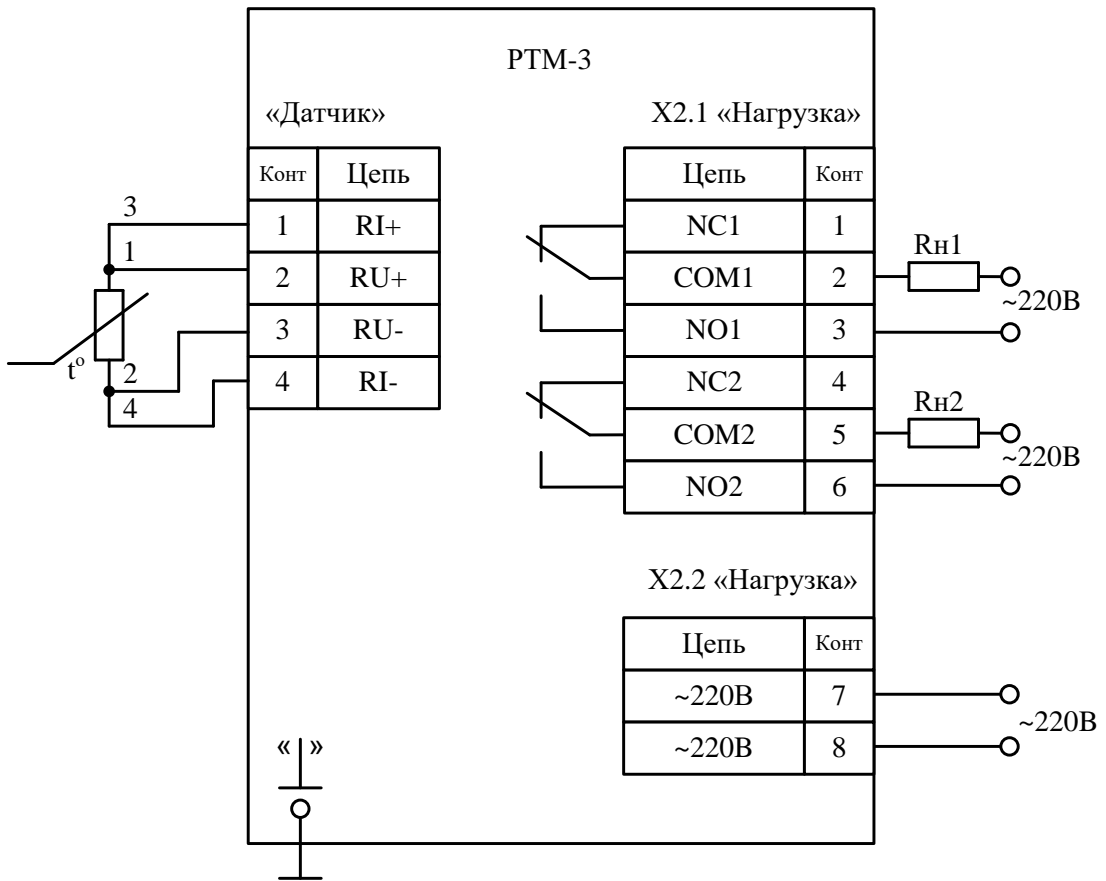

Рисунок 5 – Схема подключения регулятора температуры при работе с ТС
2.1.2 Провода подключения регулятора крепятся в блоках зажимов, расположенных на задней панели регулятора щитового исполнения или внутри корпуса настенного исполнения. В корпус провода вводят через гермовводы. Схемы подключения к регулятору электрических цепей приведены на рисунках 5 - 8. ТС подключаются к регулятору по четырехпроводной схеме (рисунок 5).